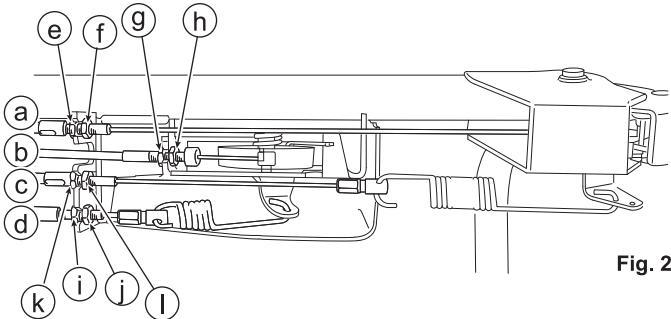

Fig. 23
8.5.1 Leva dell'acceleratore (fare riferimento alle figure 23 e 24)
8.5.2 Leva della lama (fare riferimento alle figure 23 e 25)
- Accertarsi che la lama si spenga completamente quando la leva della lama (C) è rilasciata.
8.5.3 Leva della frizione (fare riferimento alle figure 23 e 26)
- Accertarsi che la macchina possa essere spostata all'indietro quando la leva della frizione (B) è rilasciata.
8.5.4 Leva delle marce (fare riferimento alle figure 23 e 27)